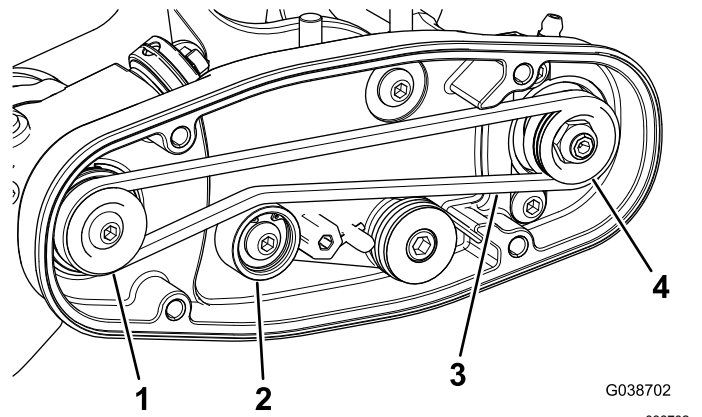

Figura 26
- A. Coloque la correa alrededor de la polea **motriz** y luego por encima de la polea **tensora** (Figura 26).
- B. Empiece a colocar la correa en la polea **arrastrada** (Figura 26).